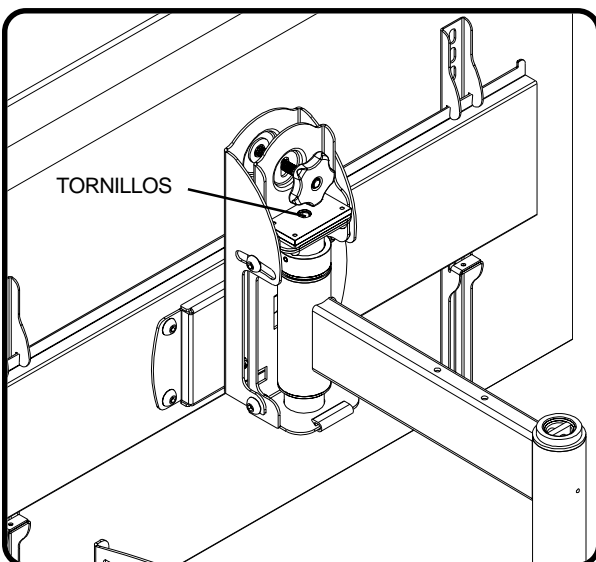

fig 10.1
- Para bajar la pantalla, gire el tornillo de cabeza hueca que se muestra en la ilustración 10.1 en el sentido del movimiento de las manecillas del reloj con la llave allen de 10 mm (V).
- Para subir la pantalla, gire el tornillo de cabeza hueca que se muestra en la ilustración 10.1 en el sentido opuesto al movimiento de las manecillas del reloj con la llave allen de 10 mm (V).